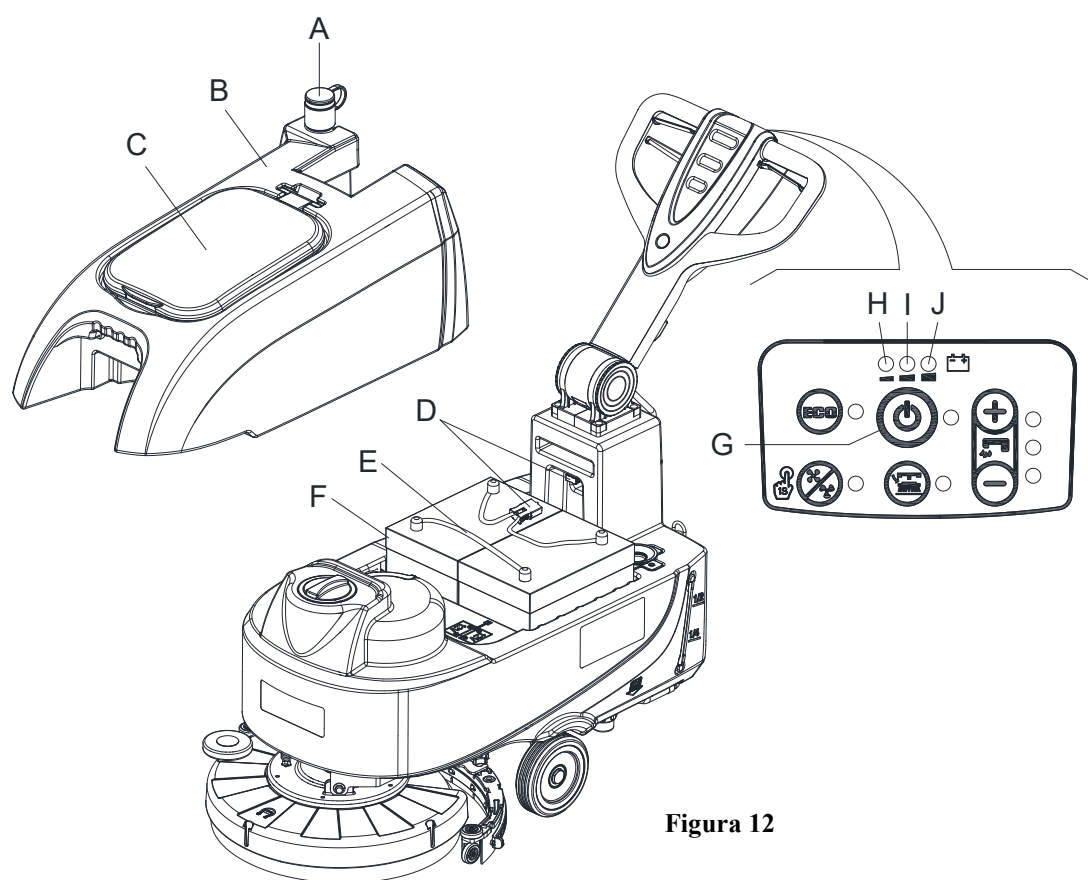

Figura 12
1. Deschideți capacul rezervorului de apă recuperată (C, Figura 12) și verificați ca rezervorul de apă recuperată (B) să fie gol; dacă nu este, goliți-l cu ajutorul furtunului de scurgere (A).
2. Mutați cu grijă kitul rezervorului de apă recuperată (B, Figura 12).
3. Cuplați conectorul bateriei (D, Figura 12).
4. Puneți cu grijă la loc kitul rezervorului de apă recuperată (B, Figura 12).
6. Apăsați comutatorul de pornire (G, Figura 12).
- Verificați nivelul electrolitului din baterii (F); dacă este necesar, adăugați prin capace.
- Dacă este necesar, curățați suprafața superioară a bateriilor (F).
Încărcați bateriile când se aprinde LED-ul galben (I, Figura 12) sau roșu (H) sau când finalizați curățarea.